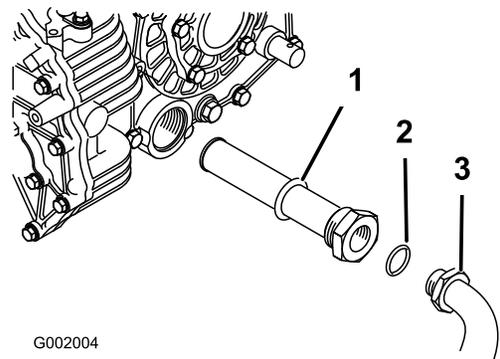

Bild 57
5. Nehmen Sie den Hydraulikschlauch und das 90°-Anschlussstück ab (Bild 57).